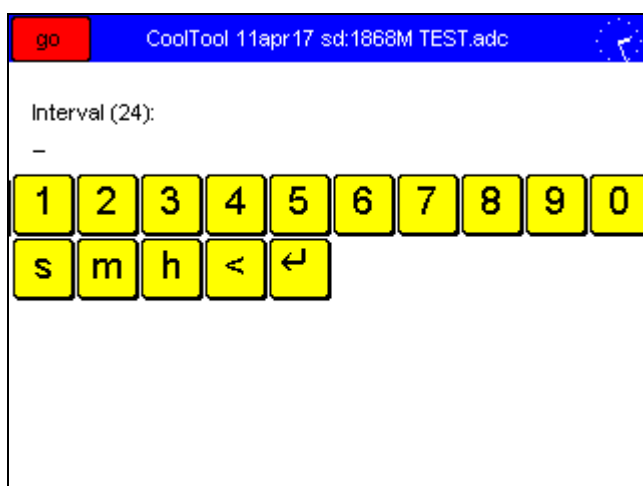

Bild 2.1
2. Nun den Zahlenwert und die Art eingeben und mit Return bestätigen. *Bild 2.1*